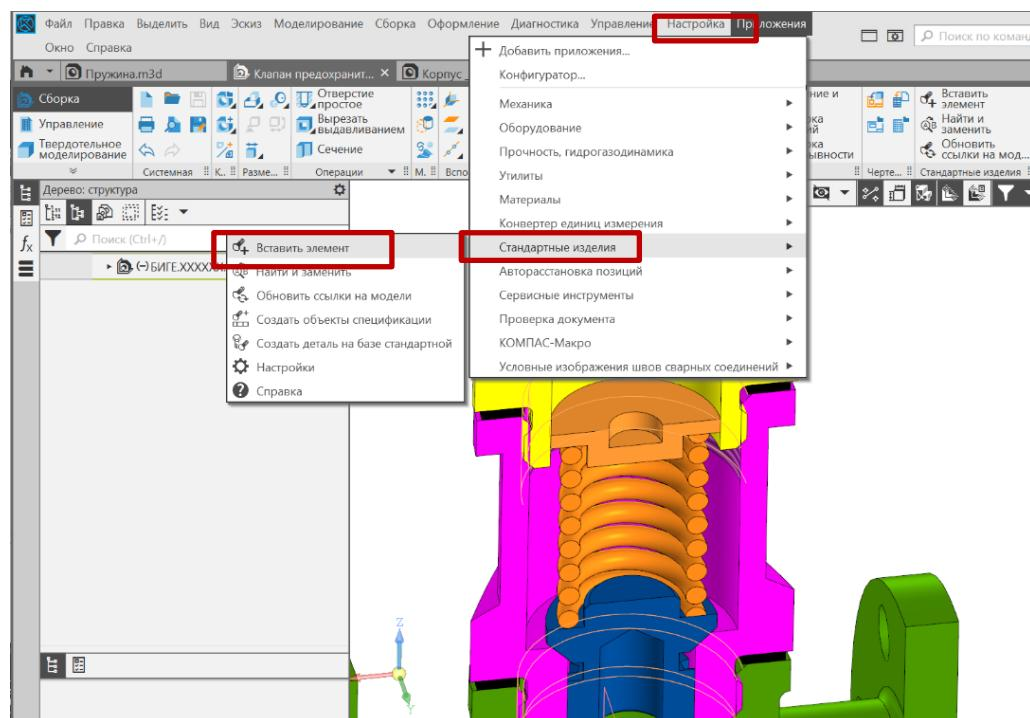

Рис. 32 Выбор команды «Вставить элемент»
- **Приложения – Стандартные изделия – Вставить элемент** (рис. 32).